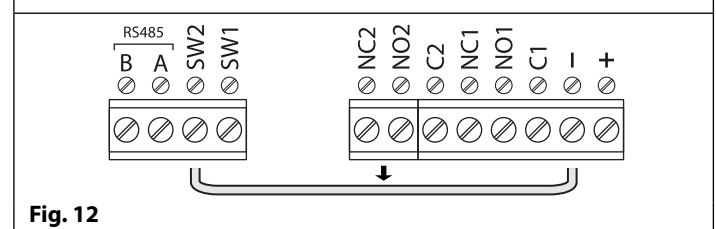

Fig. 12
6. Laat de knop 1  los en verwijder de onderbreking tussen de klemmen - en **SW2**, zie **Fig.12**, pagina 18.
6. Laat de knop 2  los en verwijder de onderbreking tussen de klemmen - en **SW2**, zie **Fig.12**, pagina 18.
5. Wanneer de rode status-LED niet meer knippert, verwijdert u de onderbreking tussen de klemmen - en **SW2** (**Fig.12**, pagina 18). De unit-ID is ingesteld.
5. Laat de **ENTER**  -knop los en verwijder de onderbreking tussen de klemmen - en **SW2**, zie **Fig.12**.